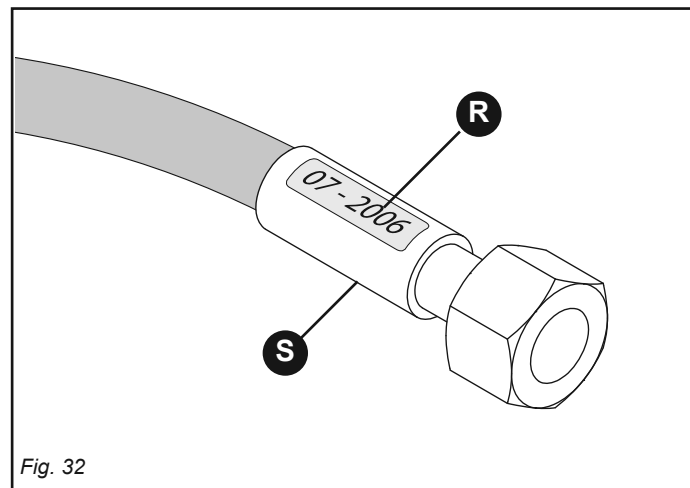

Fig. 32
- La durée de vie des tuyaux oléodynamiques ne peut dépasser 5 ans, même s'ils ne sont pas utilisés (usure naturelle). La figure 32 (R) donne un exemple de l'année de production des tuyaux oléodynamiques.
- pertes autour de l'armature du tuyau (S, Fig. 32).
- corrosion de l'armature (S, Fig. 32);
- échéance de 5 ans à compter de la production (R, Fig. 32).